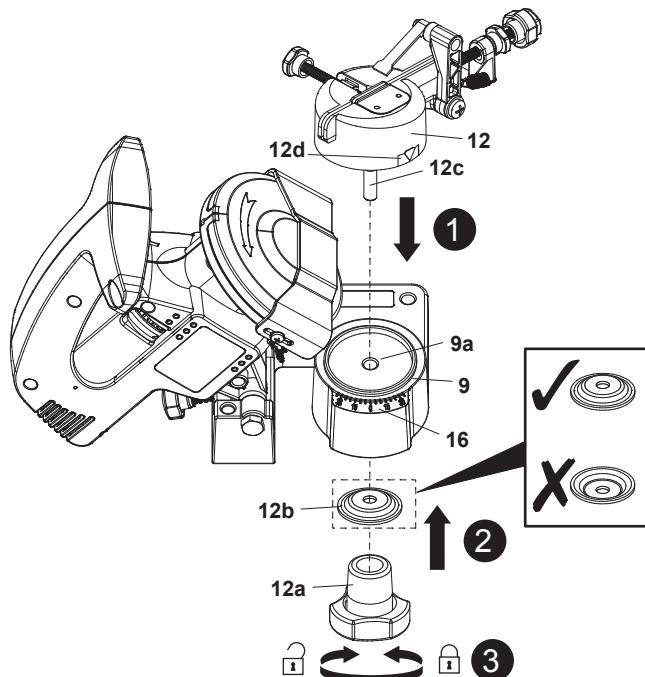

Fig. 2
3. Alinee y pase el perno (12c) a través del orificio de ubicación (9a) (Fig. 2, paso 1). Asegúrese de que el triángulo de indicación (12d) esté alineado con la escala de ángulo (16).
4. Coloque la arandela cóncava (12b) en el perno (12c) (Fig. 2, paso 2) y fije el tornillo de banco de la cadena de sierra (12) girando el retén del tornillo de banco (12a) hacia la derecha. Asegúrese de que el tornillo de banco de la cadena de sierra (12) se asiente correctamente (Fig. 2, paso 3).